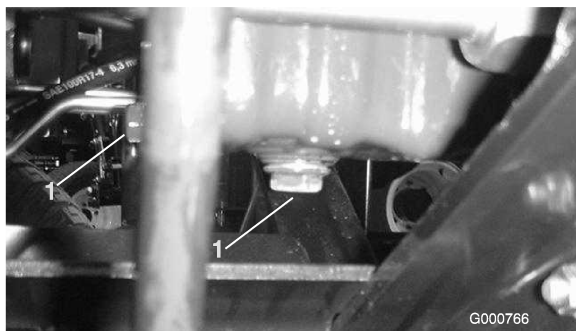

Figura 42
1. Retire el tapón de vaciado (Figura 42) y deje fluir el aceite a un recipiente apropiado. Cuando el aceite deje de fluir, coloque el tapón de vaciado.